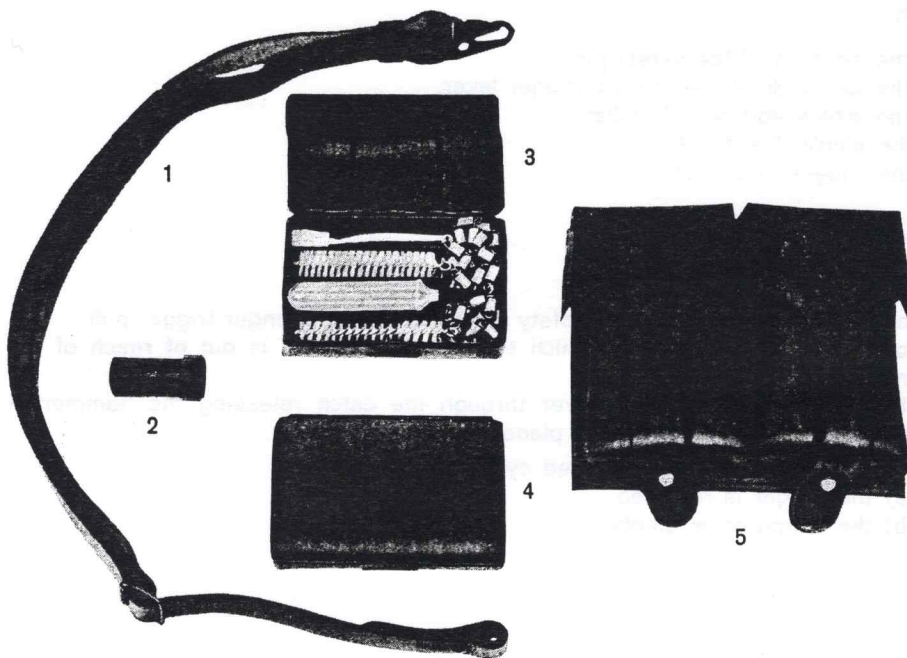

Fig. 52: Accessories
1.6.1. **Accessories (Fig. 52)**